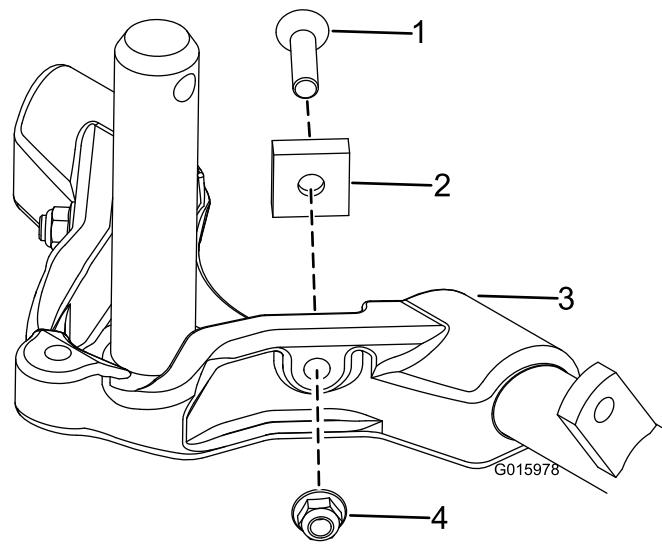
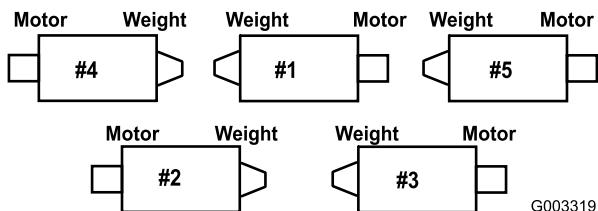

Figura 8
Figura 9
Aumentate lo sterzo degli apparati di taglio posteriori rimuovendo i (2) distanziali del perno, le viti a esagono incassato e i dadi di bloccaggio flangiati (Figura 8) dai telai portanti degli apparati di taglio (#2 e #3) posteriori (Figura 9).